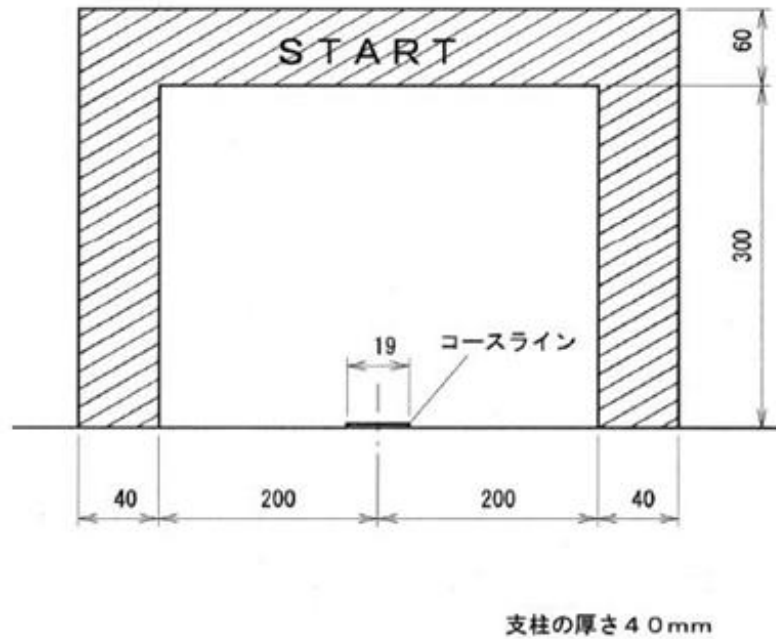

図7 スタートゲートの形状
- 1) スタートゲートは図 7 の形状とし、床面に固定される。